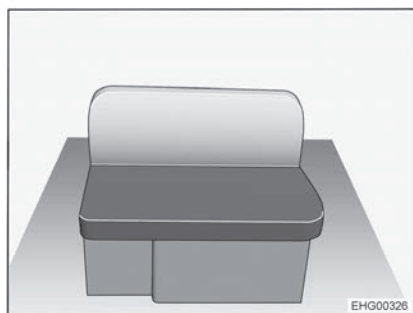

Fig. 38 Banquette longitudinale, droite
- Retirer les coussins d'assise et de dossier de la banquette longitudinale (Fig. 38).